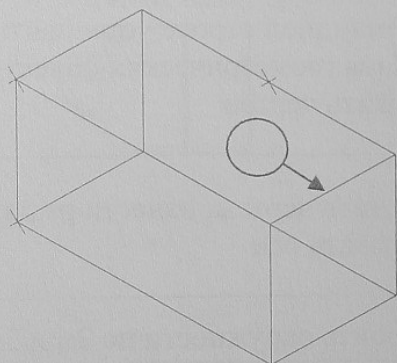

Рис.1
- Щелкните последовательно три точки х (рис.1)
- Щелкните точку 1 (рис.1) для указания той части объекта, которая останется. Другая часть удалится.